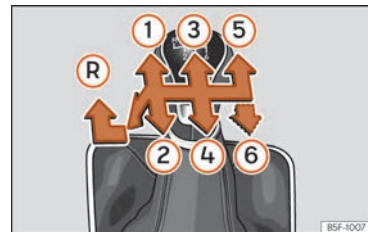

Abb. 86 Schaltschema bei einem 5-Gang bzw. 6-Gang Schaltgetriebe
Auf dem Schalthebel sind die Positionen der einzelnen Fahrgänge dargestellt **>>> [Abb. 86]**.
- Schalthebel in die Neutralstellung bringen und nach unten drücken. Schalthebel ganz nach links und dann nach vorn in die Rückwärtsgangposition schieben »» (Abb. 86) Ⓡ.